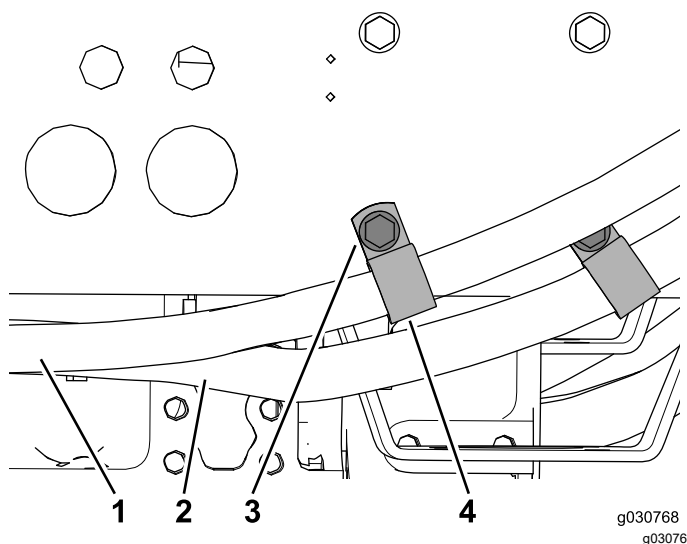

Figure 42
5. Placez un collier en R autour de chaque flexible de climatisation et fixez-les au cadre de la machine au moyen des 2 boulons existants (Figure 42).